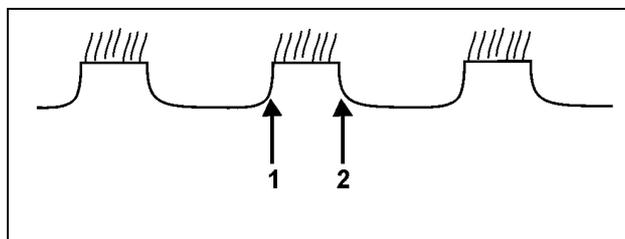

Рис. 33
- 1-ый ряд дисков переставьте вправо и проверьте снова (Рис. 33):